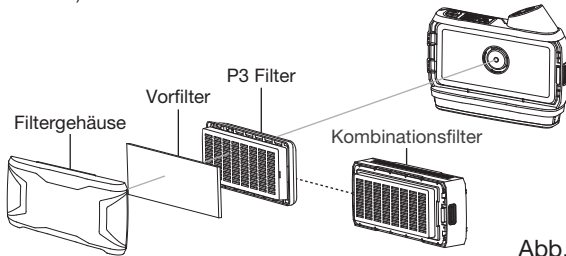

Abb.2
2. Drücken Sie die Taste, um das Gehäuse zu öffnen. Bauen Sie den zu ersetzenden Filter wieder ein (siehe Abb. 2).